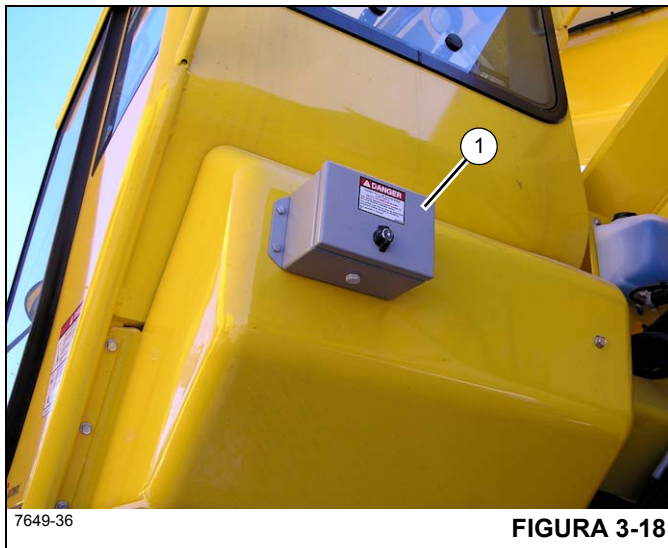

FIGURA 3-18
A chave de cancelamento de emergência do RCL está localizada dentro de um compartimento fechado a chave com uma porta única (1) (Figura 3-18) que está fixado na parte de trás externa da cabine do operador. A chave é uma chave momentânea de duas posições que, quando acionada, cancelará e evitará que o RCL trave funções do guindaste (abaixamento da lança, extensão do telescópio, limite de terceira volta e elevação do guincho), por um período de 30 minutos, caso ocorra uma sobrecarga.